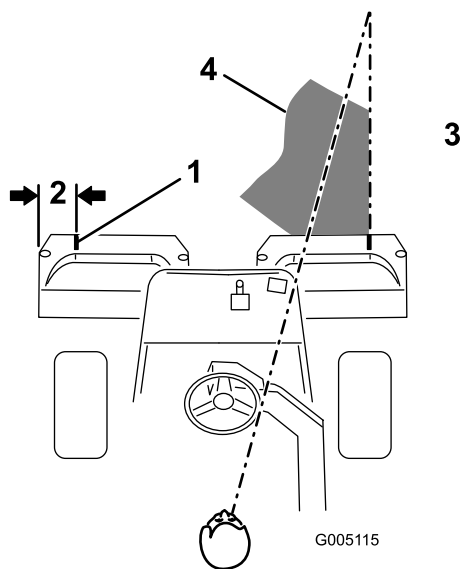
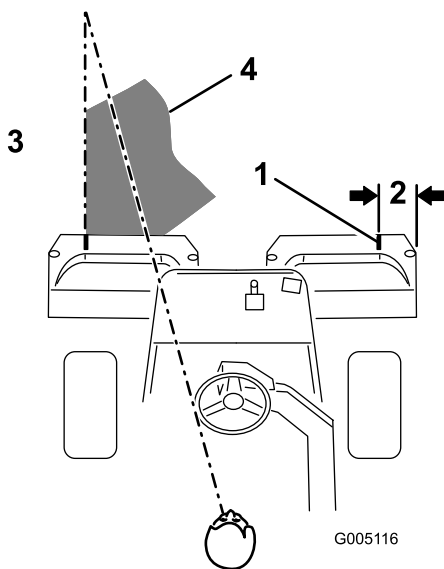

Bild 23
Bild 24
2. Bringen Sie einen Streifen weißes Isolierbands an jedem Korb an, oder zeichnen Sie eine Linie. Das Isolierband bzw. die Linie sollten parallel mit der äußeren Kante jedes Korbs verlaufen (Bild 23).
3. Wenn Sie zurückfahren, sollte der neue Mähgang den ersten ein klein wenig überlappen. Damit Sie in einer möglichst geraden Linie über die Grünfläche fahren können und einen gleichmäßigen Abstand zum zuvor gemähten Rasenstück einhalten können, sollten Sie sich eine imaginäre Sichtlinie ungefähr 1,8 bis 3 m vor der Maschine bis zum Rand des noch ungemähten Teils der Grünfläche vorstellen (Bild 23 und Bild 24). Manche Leute finden es auch hilfreich, die äußere Kante des Lenkrads in die Sichtlinie mit einzubeziehen, d.h. sie halten das Lenkrad in einer Linie mit einem Punkt, der immer im gleichen Abstand von der Vorderseite der Maschine bleibt (Bild 23 und Bild 24).